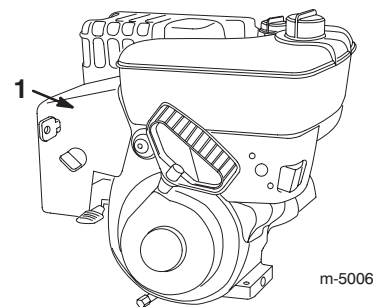

Figure 19
Avant d'utiliser la déneigeuse par une température extérieure supérieure ou égale à 4°C (40°F), déposez la boîte de chauffage (Fig. 19).
1. Débranchez la bougie et éloignez le capuchon pour éviter tout risque de contact accidentel (Fig. 19).
4. Enlevez les deux vis et les trois boulons de fixation de la boîte de chauffage du carburateur (Fig. 19).